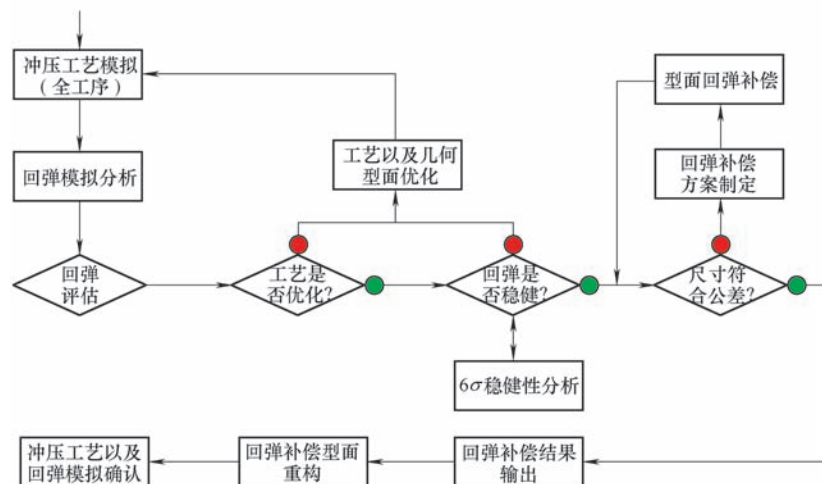

图2 回弹补偿分析流程示例
(1) 冲压CAE模拟深化应用。全工序冲压CAE模拟、拉延实际筋模拟、修边线优化和稳健性分析全面应用并纳入流程管理(见图2)，分析结果和知识库的经验数据结合，对产品数模进行补偿再造，优化工艺数据，实现工艺设计数据的贴近生产实际精度要求，减少调试时间。
(2) 全系列模具运动仿真技术应用。模具机构运动状态仿真、动态干涉检查、废料滑出模